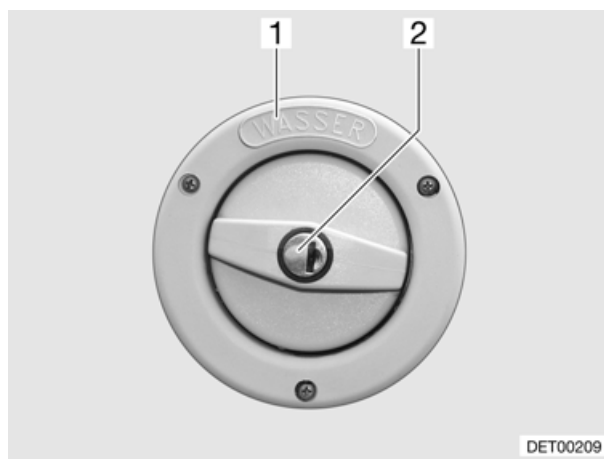

Fig. 83 Coperchio per bocchettone di riempimento del serbatoio dell'acqua potabile
▷ Il bocchettone di riempimento del serbatoio dell'acqua potabile è contraddistinto dalla scritta "WASSER" (acqua) (Fig. 83,1).
- Inserire la chiave nel cilindro della serratura (Fig. 83,2) e girare in senso antiorario.
- Inserire la chiave nel cilindro della serratura (Fig. 83,2) e girare in senso orario.
- Rimuovere il coperchio (Fig. 83,2) dal bocchettone di riempimento del serbatoio dell'acqua potabile (vedi paragrafo 10.3.1).